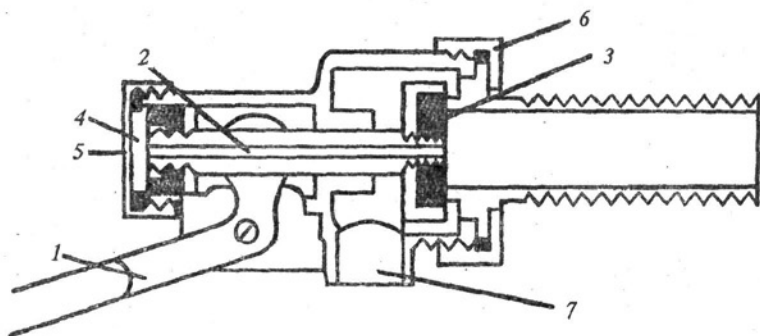

Рис. 167. Стабилизирующий поплавковый клапан:
2. Установите *стабилизирующий поплавковый клапан* (рис. 167).
Если вы живете в районе со скачущим водным давлением, рекомендуется поставить *стабилизирующий поплавок-овый клапан* (рис. 167).